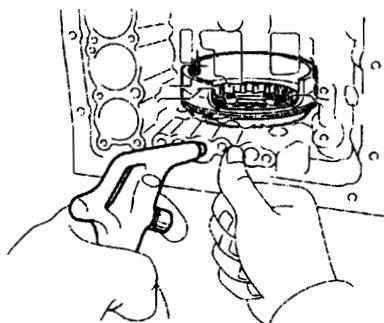

图 12-1-66
(69) 拆下 1 挡和倒挡制动活塞。如图 12-1-66 所示，固定住 2 号制动活塞并向变速器壳中吹入 392kPa 压缩空气，以便拆下 2 号制动活塞。从 2 号制动活塞上拆下 O 形圈。注意：若活塞没有被吹出，则用尖嘴钳夹出。